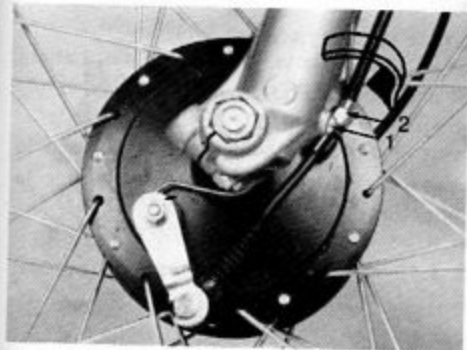

Fig. 43 - Mozzo
- Sbloccare il controdado 1, ruotare il regolafilo nel senso indicato in Fig. 43 e staccare la trasmissione freno anteriore dalla levetta freno.